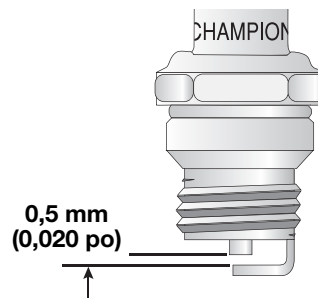

Fig. 12
3. Remplacez toute bougie fendillée, encrassée ou sale. Réglez l'écartement à **0,5 mm (0,020 po)** à l'aide d'une jauge d'épaisseur (Fig. 12).